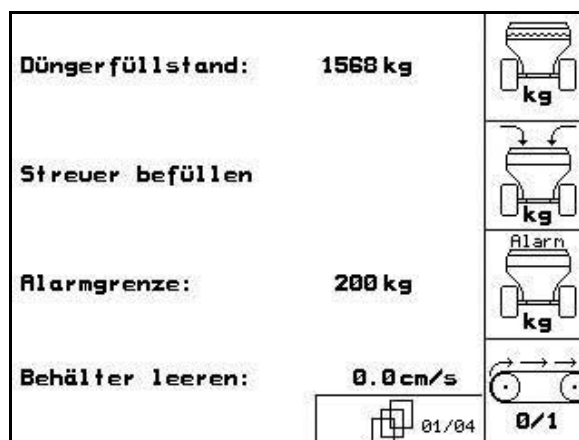

Рис. 69
- В меню «Параметры агрегата», страница 1  (Рис. 69).